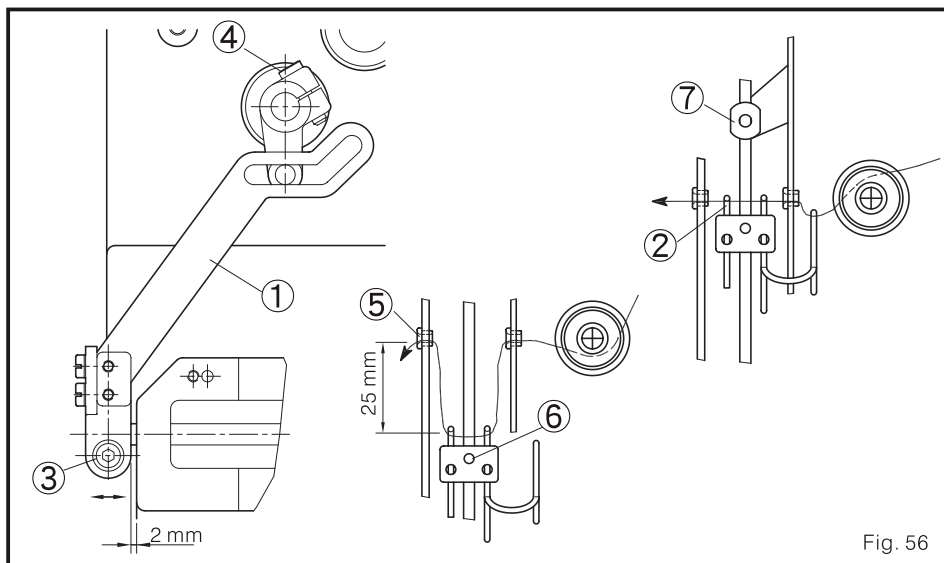

Fig. 56
1. O espaço até barra guia conectora 1 do equipamento de controle do fio até o apoio isto é de 2mm quando a barra 1 esteja em sua posição fixa frontal. O fio de agulha e a barra de arraste 2 devem estar nas posições que são mostradas em (Fig. 56)